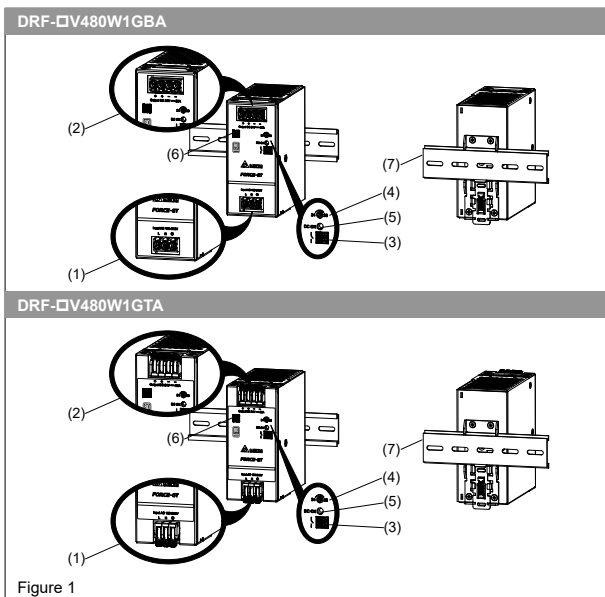

Figure 1
- 2. Gerätebeschreibung (Abb. 1)**
- 4.1. Anschluss der Eingangsklemmen (Abb. 1 (1), Abb. 6)**
- 4.2. Anschluss der Ausgangsklemmen (Abb. 1 (2))**
- Verwenden Sie die Schraubklemmen „+“ und „-“, um den 24 Vdc- oder 48 Vdc-Anschluss herzustellen. Die grüne LED „DC OK“ zeigt die korrekte Funktion des Ausgangs an (Abb. 1 (5)).